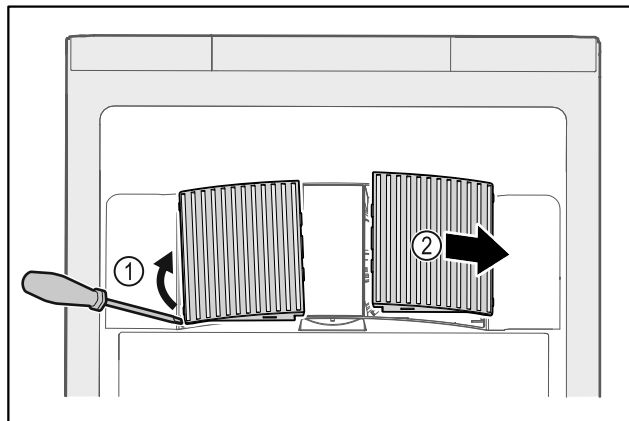

Fig. 171
- ▶ Ventilatoriaus uždangalus atsargiai nukelkite iš šono Fig. 171 (1) ir nuimkite į priekį Fig. 171 (2).